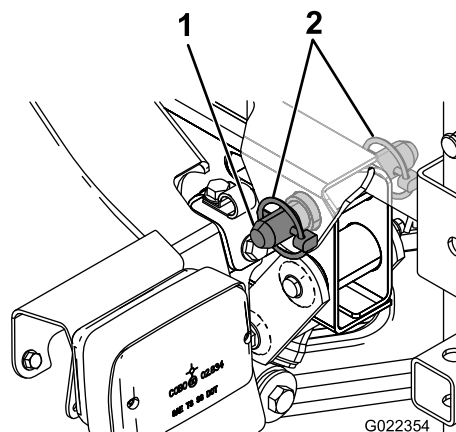

Рисунок 10
5. Совместите отверстия в поворотных проушинах в задней части узла рамы бака с отверстиями в поворотной трубе кузова в конце рамы автомобиля (Рисунок 10).
6. Вставьте конический шплинтуемый штифт и два шплинта с кольцом в поворотную проушину, чтобы прикрепить бак в сборе к раме (Рисунок 10).